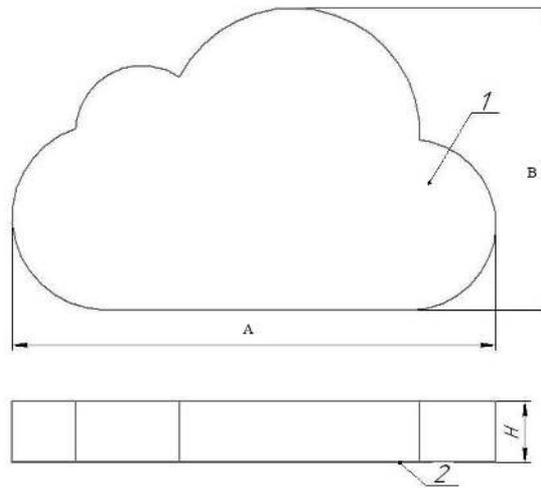

Рисунок 1 - Светильник серии ДСО33 Horizon Cloud
5.7 Снимите защитную пленку с корпуса и рассеивателя поз.1 (рисунок 1)